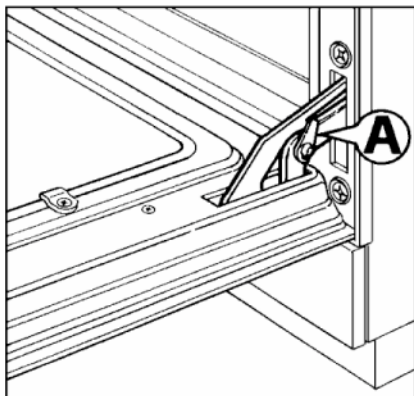

Fig. 5
- Bevestig onderdeel "A" op de scharnier basis (Fig. 5);